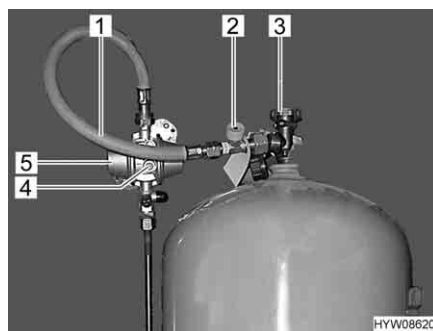

Fig. 36 Raccordo bombola del gas
- Chiudere la valvola principale di arresto (valvola di sicurezza) (Fig. 36,3) della bombola del gas. Osservare la direzione della freccia.
- Svitare manualmente il tubo del gas (Fig. 36,1), dalla bombola del gas (filettatura sinistrorsa).
- Premere con forza il dispositivo antirottura della tubazione (Fig. 36,2) e tenerlo premuto per ca. 5 secondi.
- Premere con forza il pulsante verde (Fig. 36,4) del regolatore di pressione del gas (Fig. 36,5) e tenerlo premuto per ca. 5 secondi. La sorveglianza della pressione è attivata.